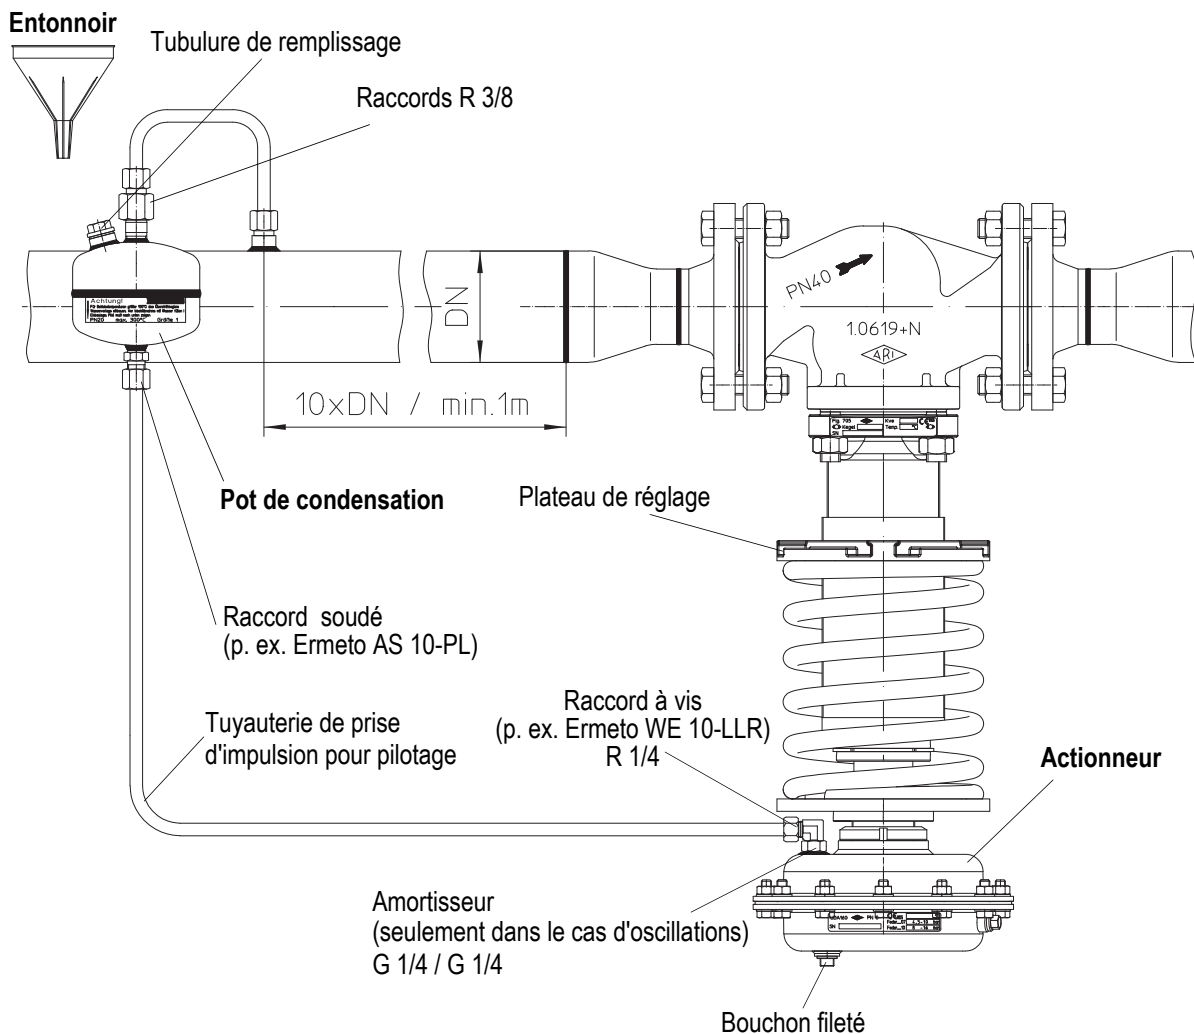

Fig. 5
*- Le pot de condensation à disposition doit alors être entièrement rempli de liquide (pour la vapeur, qu'il soit rempli d'eau) et l'actionneur doit être entièrement purgé de son air par l'intermédiaire de la vis de fermeture (voir Fig. 5).*